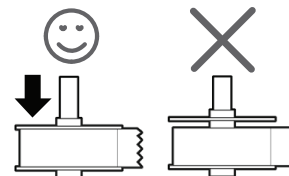

Figure 2
- Le guide de la bobine à étiquettes doit être poussé contre le rouleau d'étiquettes, sans aucun espace. Voir Figure 2.
- 5 Faites glisser le guide de la bobine sur le bord droit de la bobine et poussez-le fermement contre le bord du rouleau d'étiquettes, **en ne laissant aucun espace** entre le rouleau et la bobine. Voir Figure 2.